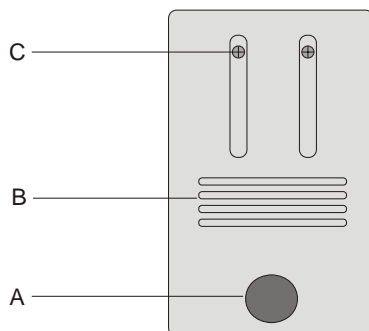

Fig. 1 Coperchio del vano lampadina: A vite a testa zigrinata, B fessure di ventilazione, C viti di fissaggio del portalampe
- Allentare le viti C del vano lampadina e spostarle verso l'esterno in modo che si trovino nella posizione indicata in Fig. 1.